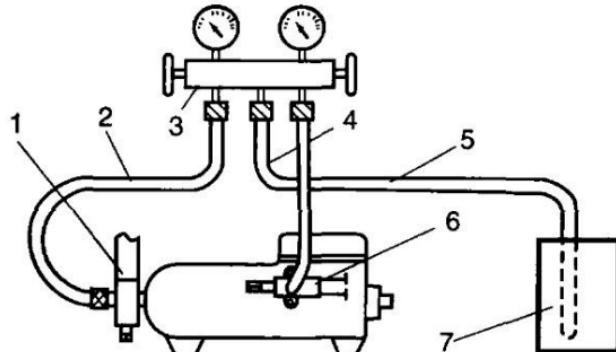

Рис. 121. Добавление масла в закрытую систему:
11.2.2. Опускают конец центрального зарядного шланга в сосуд с чистым обезвоженным маслом (рис. 121).